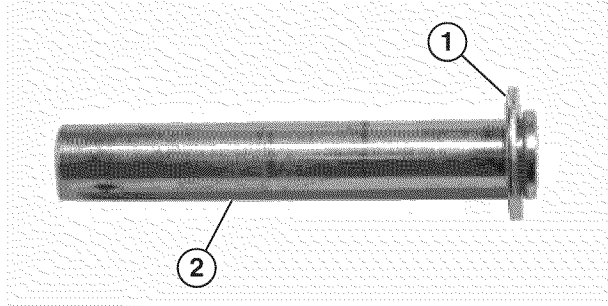

Figura 9 – Colocación de la arandela del eje de la rueda WP2800
7. WP2800 únicamente: deslice la arandela del eje de la rueda al pasador del eje de la rueda (Ver Figura 9).